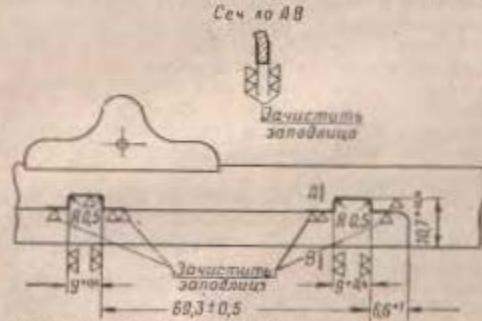

Рис. 39. Обработка стеков вырезов для предохранителя
(II) Заварить углы стенок вырезов электродуговой сваркой электродом Э34-3 и обработать (рис. 39).